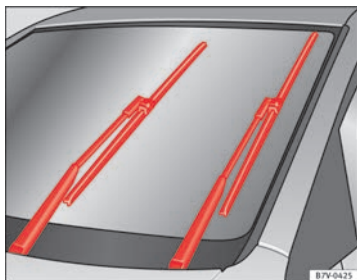

Fig. 128 Tergicristalli in posizione di manutenzione
- Accendere e spegnere il quadro e successivamente (prima di circa 9 secondi), spostare la leva dei tergicristalli nella posizione di tergitura ad escursione singola. Le spazzole si posizionano nella posizione di manutenzione ⇒ fig. 128.